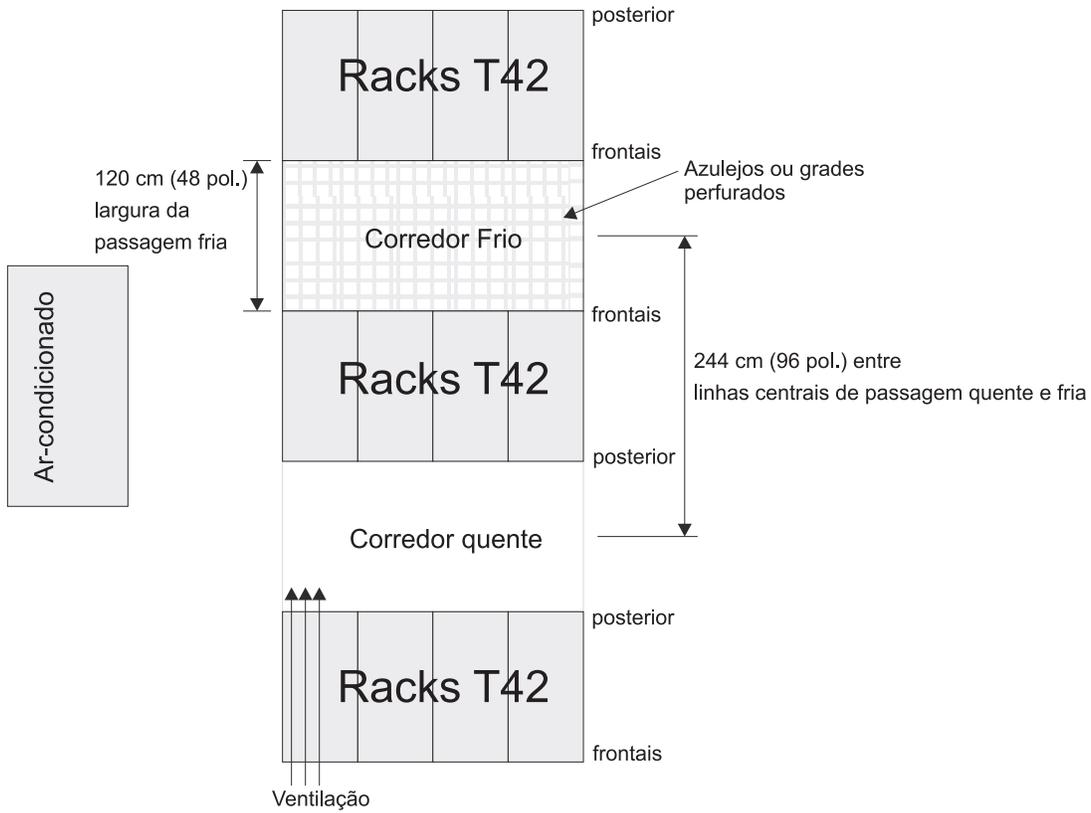

Figura 1-15. Exemplo de Configuração de Rack com Passagem Fria/Passagem Quente
- O ar entra na parte frontal do rack e sai na parte traseira. Para prevenir que ar liberado do rack entre na abertura de outra peça do equipamento, é necessário posicionar os racks em linhas alternadas, costas com costas ou frente a frente. Essa disposição é conhecida como “passagem fria/passagem quente” e é mostrada na Figura 1-15 na página 1-20.
- Onde os racks estão nas linhas frontal com frontal ou traseira com traseira, intervalos de pelo menos 122 cm (48 pol.) deve separar as linhas ao longo da passagem fria (consulte a Figura 1-15 na página 1-20).